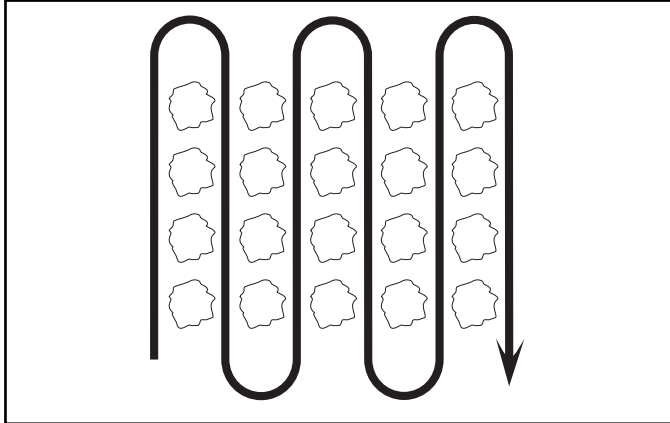

FIG. 15
- Binez les lignes de long en large à un réglage de vitesse qui permette aux dents de déraciner les mauvaises herbes et de laisser le sol dans l'état brut pour faire en sorte que les mauvaises herbes et le gazon n'y poussent plus (Voir la Fig. 15).